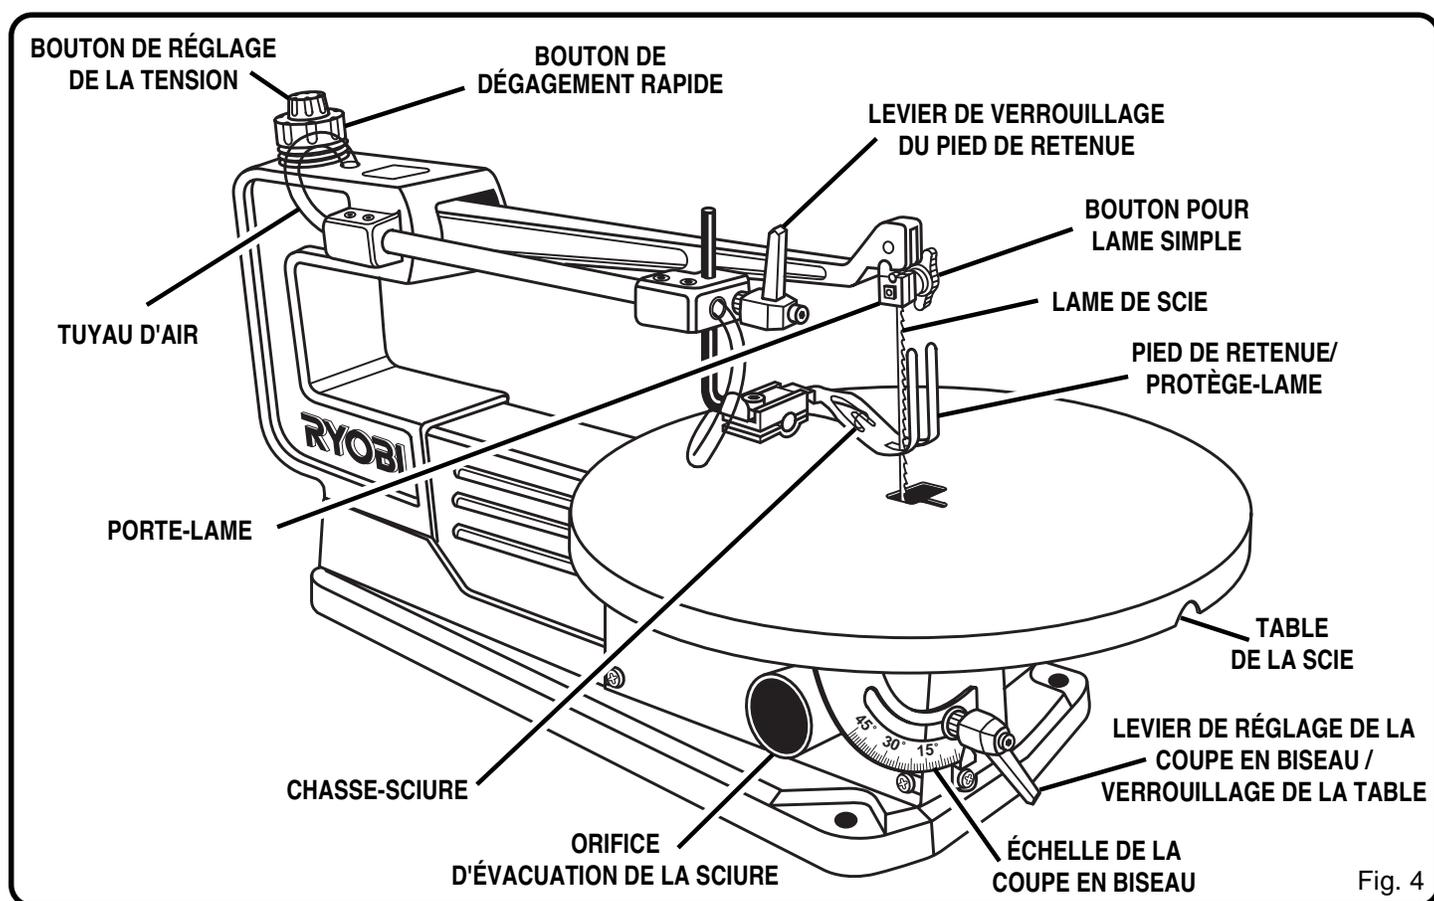

Fig. 4
- Tournez le bouton de dégagement rapide qui se trouve à la partie supérieure arrière de la scie, vers la gauche ou dans le sens antihoraire pour détendre la lame. Voir figure 4.
- Tournez le bouton de dégagement rapide, qui se trouve à la partie supérieure arrière de la scie, vers la gauche ou dans le sens antihoraire pour détendre la lame. Voir figure 4.